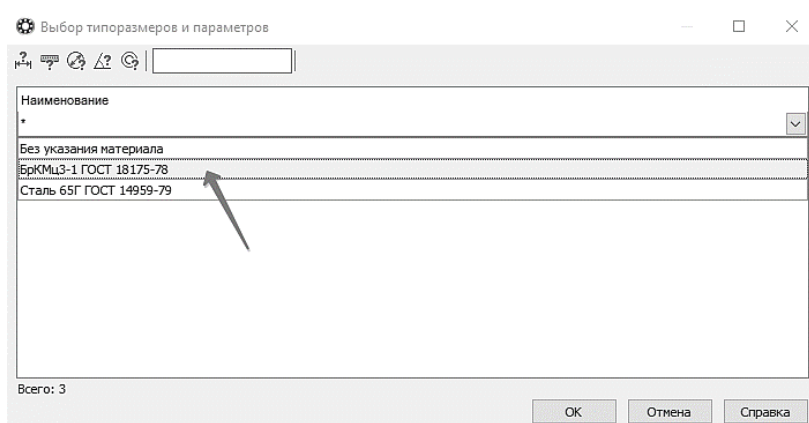

Рис. 94. Выбор материала «Шайбы»
10.1.10 Укажите материал и нажмите **ОК** (рис. 94).